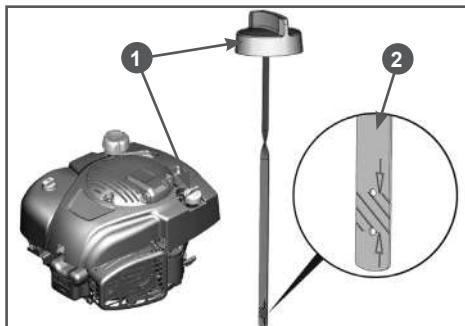

Рис. 15 Проверка уровня масла
- Поверните крышку-щуп 1 маслозаливной горловины против часовой стрелки на 90 градусов (смотреть сверху) и извлеките щуп (Рис. 15).
- Аккуратно вытащите щуп и осмотрите его. Уровень масла должен соответствовать верхней отметке на щупе (Рис. 15 п. 2).
- Аккуратно извлеките щуп и осмотрите его. Уровень масла должен соответствовать верхней отметке на щупе (Рис. 15 п. 2).
- При недостаточном уровне масла в картере необходимо долить чистое масло до верхней отметки на щупе (Рис. 15 п. 2).